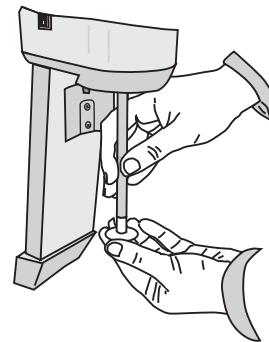

Abb. 17
! **Bei erster Inbetriebnahme:** Alle Bauteile, die mit den Lebensmitteln in Berührung kommen mit laufendem Wasser spülen: Rührer und Behälter (zum Entfernen der Bauteile siehe Abb. 17).
- 9 Um den Rührer zu wechseln, muss die Antriebswelle mit einer Hand festgehalten werden und mit der anderen der Rührer abgeschraubt werden (Abb. 17).